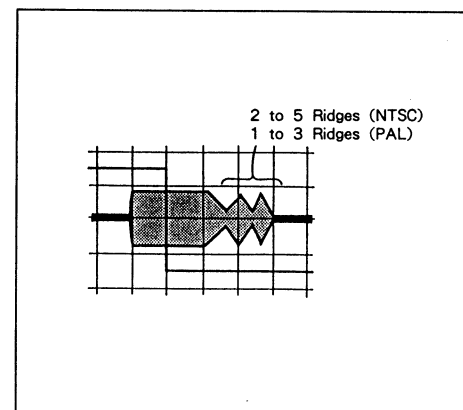

Abb. 2.35
- 2) Überprüfen Sie, ob die HF-Signalform auf der Ausgangsseite 1 bis 3 Spitzen (PAL) hat. Falls nicht, führen Sie folgende Einstellungen durch (siehe Abb. 2.35).